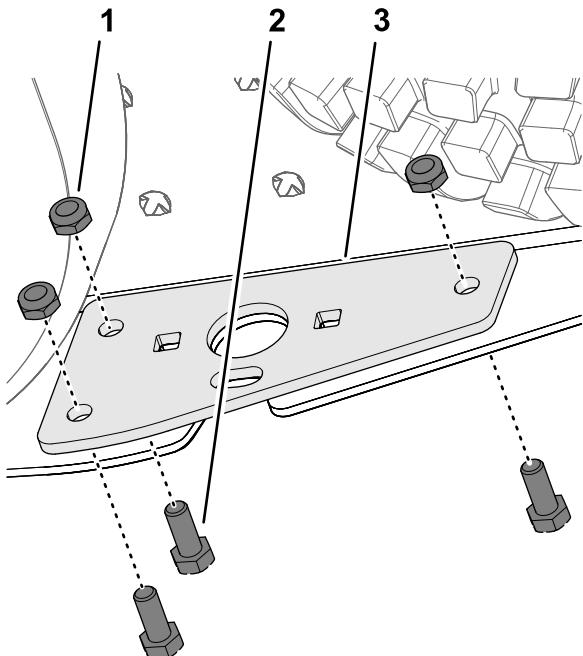

Figura 9
6. Prenda o suporte da articulação no apoio para o pé (Figura 9) com três parafusos de cabeça sextavada (5/16 pol. x 3/4 pol.) e três porcas de bloqueio (5/16 pol.).